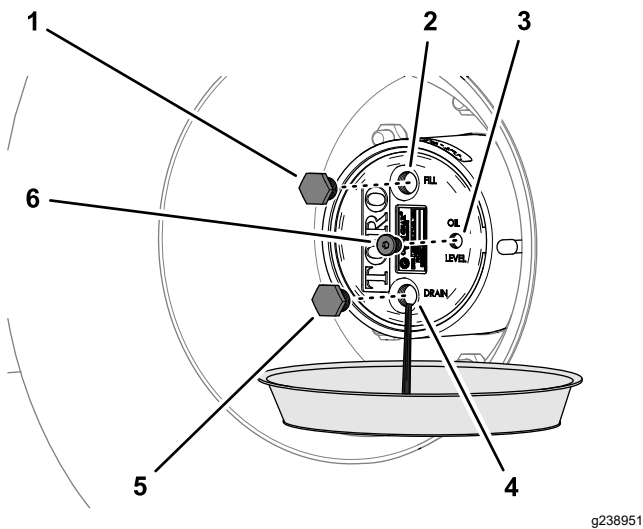

图 87
2. 将放油盘放在行星齿轮传动毂下面取出排油塞、加油塞和检查塞并让润滑油完全排出图 87。